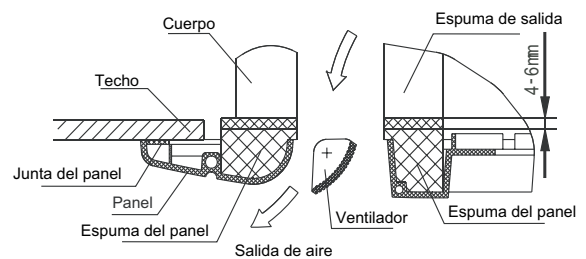

Fig. 1-11
- Apriete los tornillos de los ganchos del panel, hasta que el espesor de la esponja entre el cuerpo y la salida del panel se haya reducido hasta 4 ~ 6 mm aproximadamente. El borde del panel también debe ponerse en contacto con el techo (Ver Fig. 1-11).